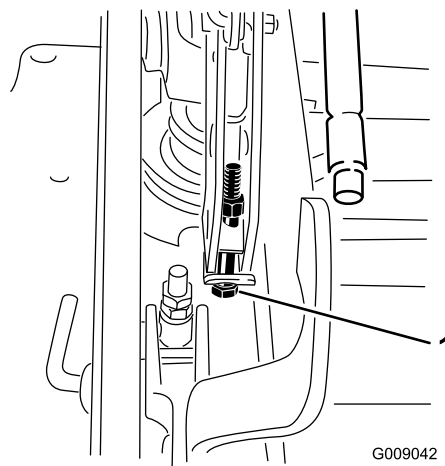

Bild 85
13. Wenn das Mähwerk zu niedrig ist, drehen Sie die zentrale Einstellschraube nach rechts, um sie anzuziehen. Wenn das Mähwerk zu hoch ist, drehen Sie die zentrale Einstellschraube nach links, um sie zu lösen (Bild 85).